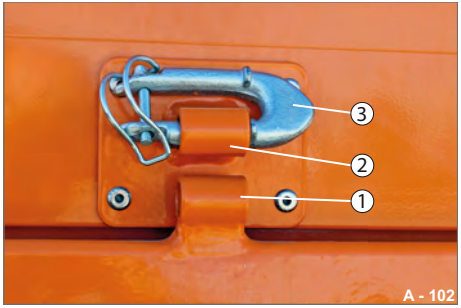

Abb. 106 U-Bügel geparkt
- ▶ Führen Sie den U-Bügel (Abb. 106/3) in das Scharnier-Lager (Abb. 106/2) des Bordwandaufsatzes.